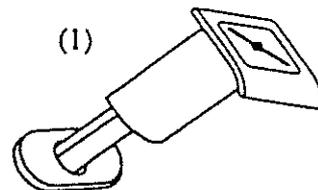

Figure 23
- 5) Tirer la commande d'enrichisseur (starter) vers soi (position ①) (moteur froid) ou la repousser (moteur chaud) (fig.23).